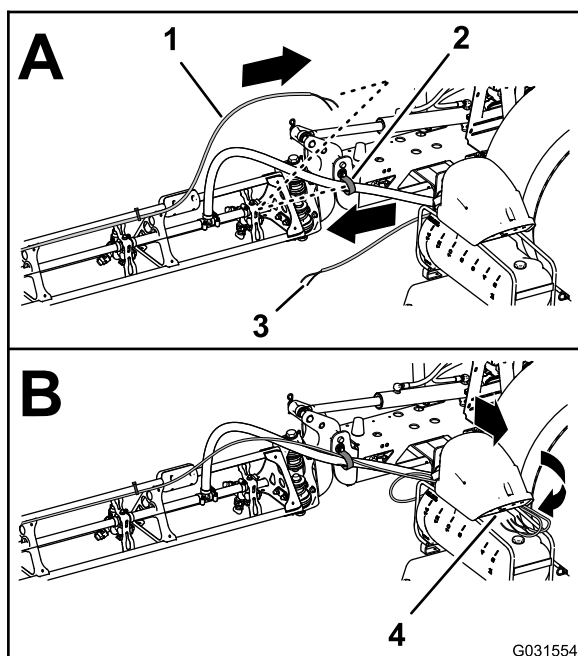

Figura 212
1. Disponete i tubi per gli ugelli della schiuma nella sezione delle barre di sinistra e destra, verso l'interno e attraverso il serratubi a R accanto al punto di articolazione per la sezione delle barre (Figura 212).
2. Disponete i tubi in avanti e lungo il lato interno del compressore del serbatoio (Figura 212).